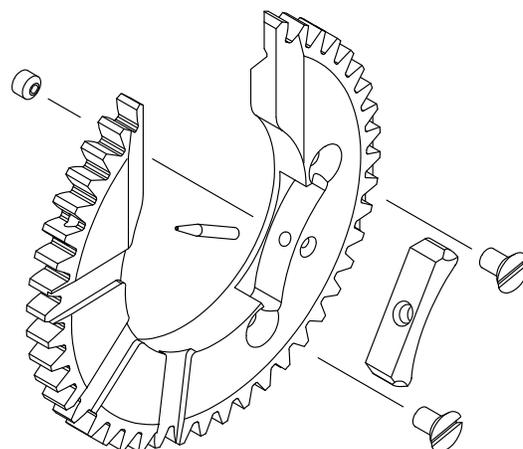

図 61：セラミック・インサートを交換する
7. 未使用のセラミック・インサートを、傾斜の付いた端面が外に向くようにローター軌道内のポケットに収めます。図 61 をご参照ください。